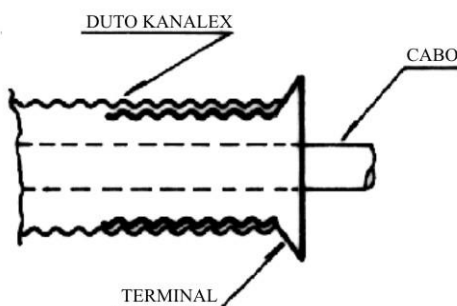

Figura 44
- b) Realizada esta operación, se reintroduce el terminal en el ducto, obteniendo de esa forma una llegada a caja convencional (Figura 44).